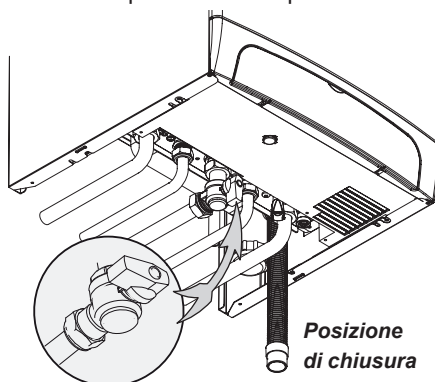

Fig. 2.23
- Chiudere il rubinetto gas della caldaia (Fig. 2.23), ed eventuali rubinetti di intercettazione presenti nell'impianto.